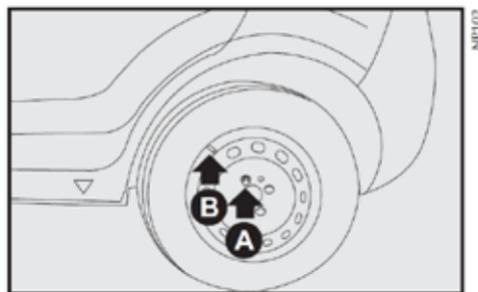

fig. 8
- 7) Introduzca el primer tornillo A fig. 8, en el orificio más cercano a la válvula de inflado B-fig. 8.